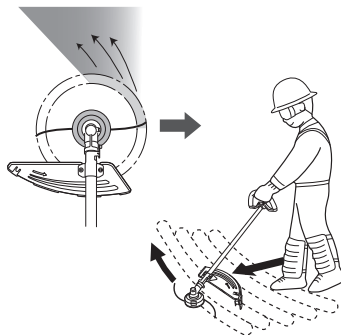

Fig. 21
- Coupez l'herbe de gauche à droite. L'herbe coupée sera rejetée loin de votre corps, ce qui minimise le transfert de matières sur vos vêtements. (Fig. 21)